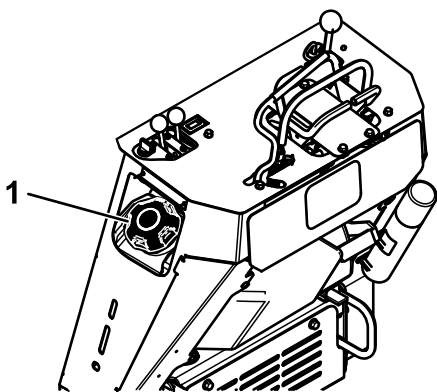

Figura 15
3. Limpe a zona em redor do tampão do depósito de combustível e retire-a (Figura 15).